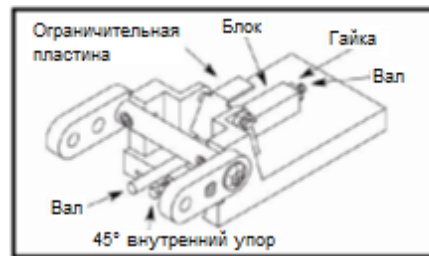

Рис. 6
- Убедитесь, что ограничительная пластина (Рис. 6) находится в пазе блока. Установите упор вплотную к валу и зафиксируйте его положение с помощью рукоятки наклона.